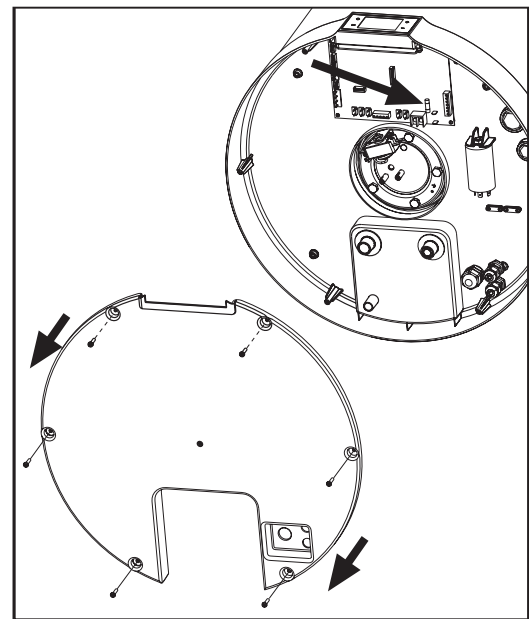

Abb. 43
- Entfernen Sie die untere Abdeckung, indem Sie zuerst die entsprechenden Sicherungsschrauben lösen (Abb. 43).